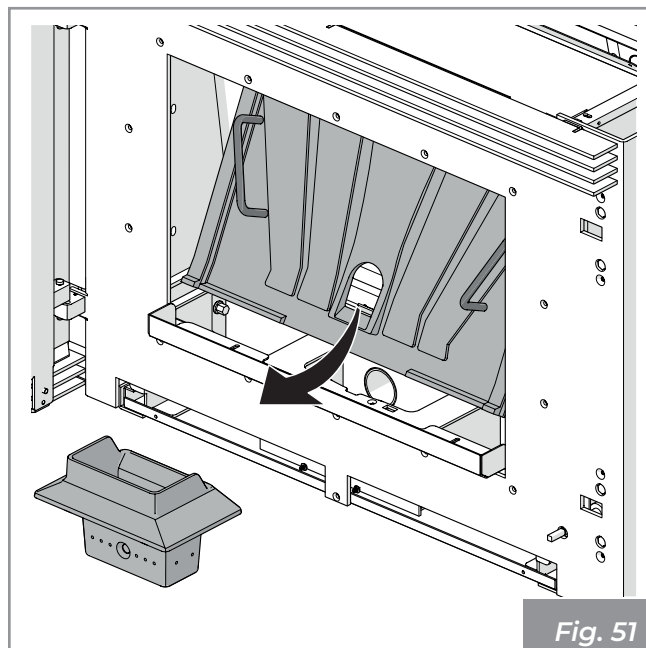

Fig. 51
- Extraire la paroi arrière par les deux poignés pour l'enlever en la poussant vers le haut et en tournant la partie basse vers votre corps (Fig. 51).